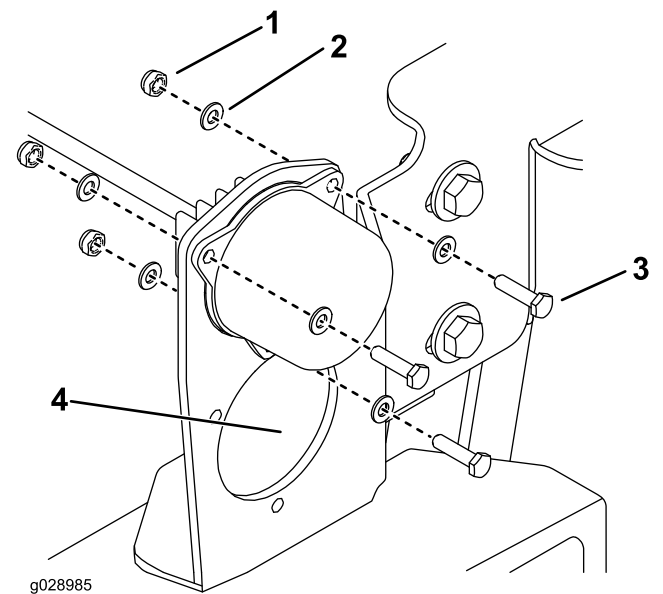

Figura 17
4. Instale el intermitente a izquierda y derecha del soporte con 3 arandelas (M5), 3 tornillos de cabeza hexagonal (M5) y 3 contratuercas (M5) para cada luz (Figura 17).